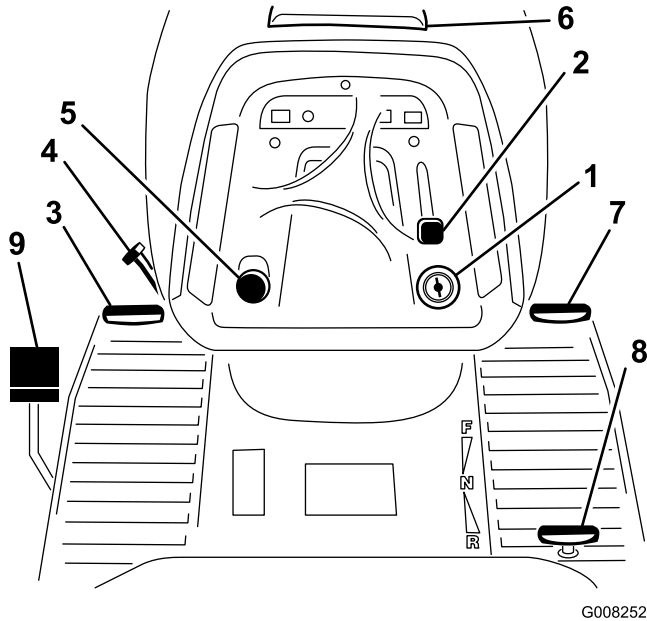

Figura 3
Prima di avviare il motore e di utilizzare la macchina, familiarizzate con i comandi (Figura 3).
1. Premete e tenete premuto il pedale del freno (Figura 3).
2. Girate in senso antiorario la leva del freno di stazionamento (Figura 3) ed alzate lentamente il piede dal pedale del freno.
1. Premete il pedale del freno (Figura 3).